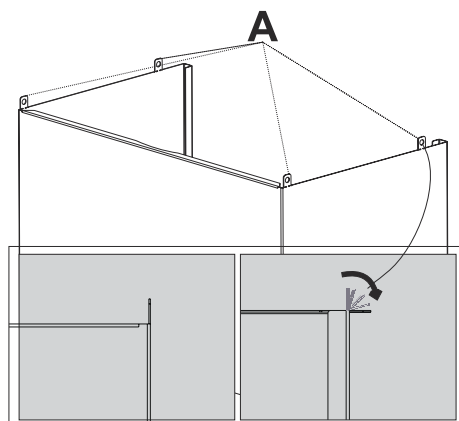

Fig. 20
- 6.** ➔ Estrarre la canna fumaria interna attraverso la canna fumaria esterna. La canna fumaria interna ha 4 parti di montaggio su di essa. Piegare queste parti interne verso l'esterno di 90° (Fig. 20).